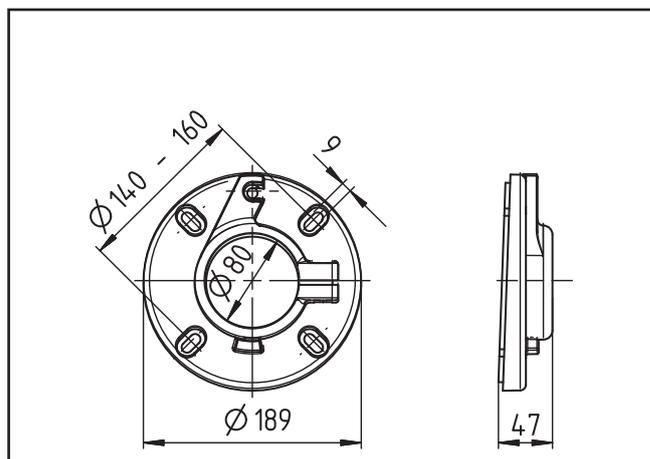

Figure 6
**Attention:** La bride doit être orientée de manière à assurer l'inclinaison correcte du brûleur (cf. Fig. 6).